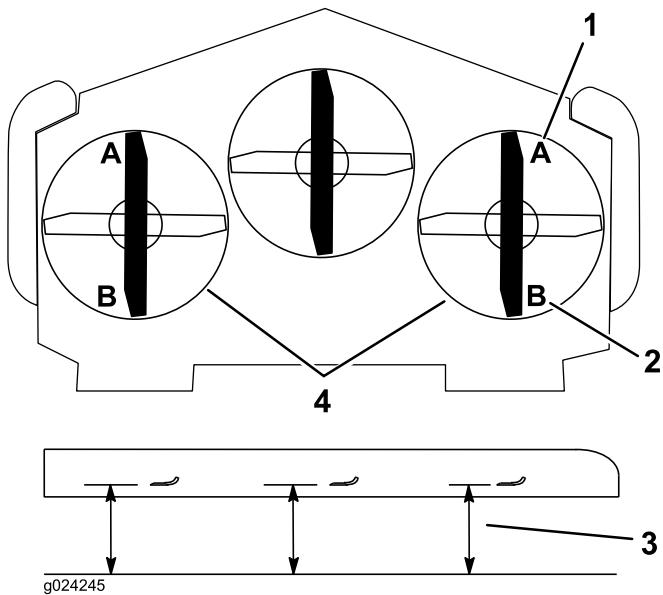

Figura 90
8. En ambos lados de la carcasa, mida desde la superficie nivelada hasta la punta delantera de la cuchilla (Posición A). Asegúrese de que la distancia es de 76 mm (3 pulgadas) (Figura 90).
14. En ambos lados de la carcasa, mida desde la superficie nivelada hasta la punta trasera de la cuchilla (Posición B). Asegúrese de que la distancia es de 8.3 cm (3-1/4 pulgadas) (Figura 90).